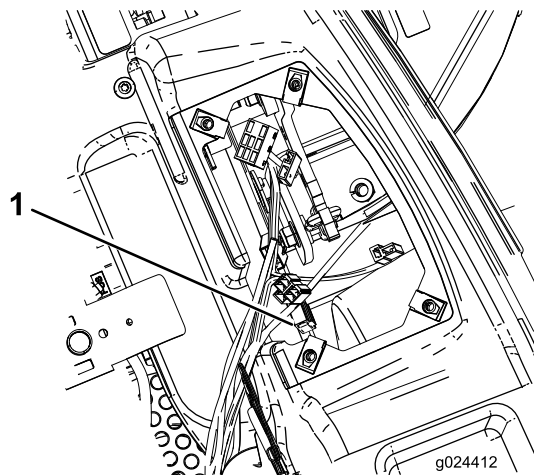

Figura 47
3. Agarre el fusible del motor y retírelo del bloque de fusibles en línea recta (Figura 47).